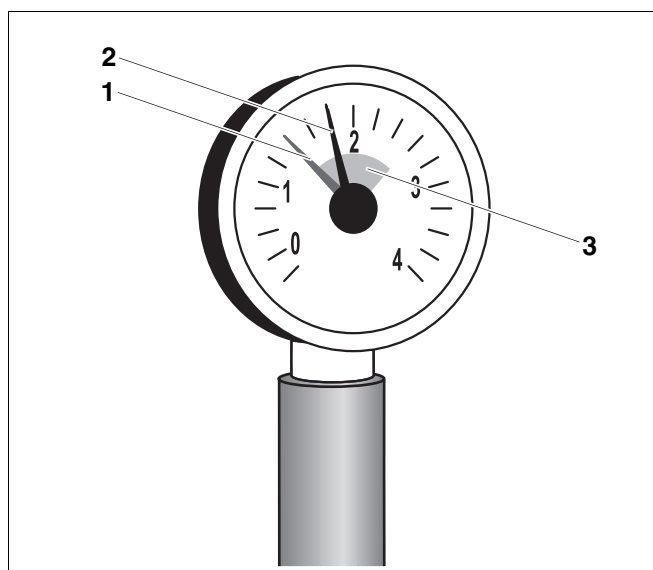

Fig. 58 Manomètre pour installations de chauffage fermées
Sur les installations fermées, l'aiguille du manomètre (fig. 58, **pos. 2**) doit se situer à l'intérieur du marquage vert (fig. 58, **pos. 3**). L'aiguille rouge (fig. 58, **pos. 1**) du manomètre doit être réglée sur la pression adaptée à l'installation de chauffage.